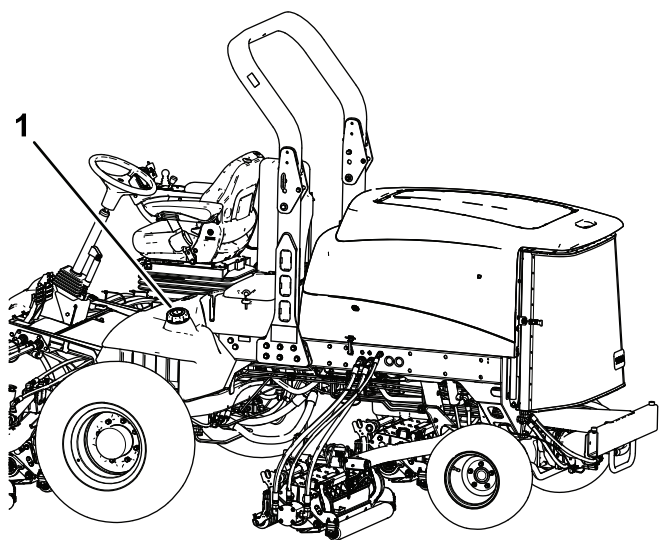

Figura 34
3. Togliete il tappo dal serbatoio carburante (Figura 34).